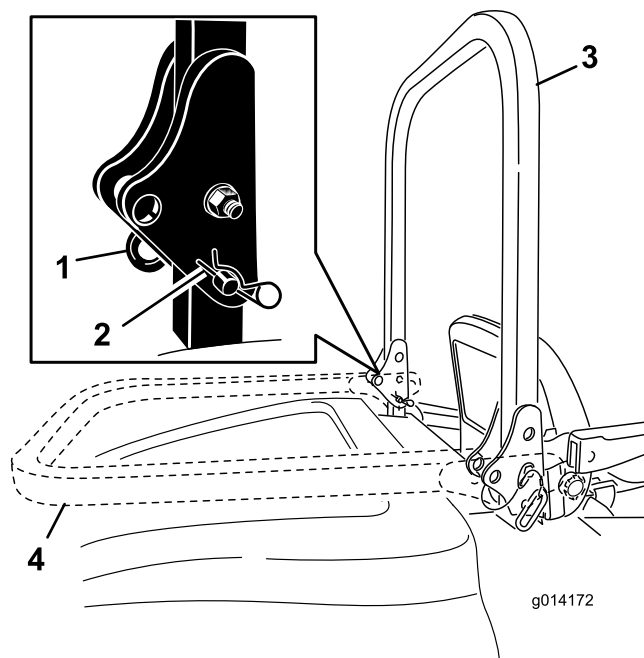

図 12
1. ROPS を下げるには、バーを前方に押しして固定ピンに掛かっている力をゆるめた状態で、左右の固定ピンを抜き取る (図 12)。
2. バーを降ろす (図 12)。
3. ピンとヘアピンコッターで固定する (図 12)。
- ROPS を立てるには、機体の左右でヘアピンコッターを抜き、ピンを外す(図 12)。
- ROPS をまっすぐに立ててピンで固定し、ヘアピンコッターでロックする(図 12)。